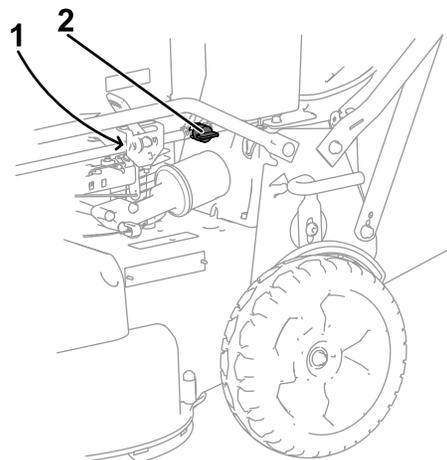

Рисунок 31
3. Закройте отсечной топливный кран (Рисунок 31).
4. Снимите топливный фильтр (Рисунок 31) с топливного трубопровода, ослабив хомуты трубопровода с обеих сторон топливного фильтра.